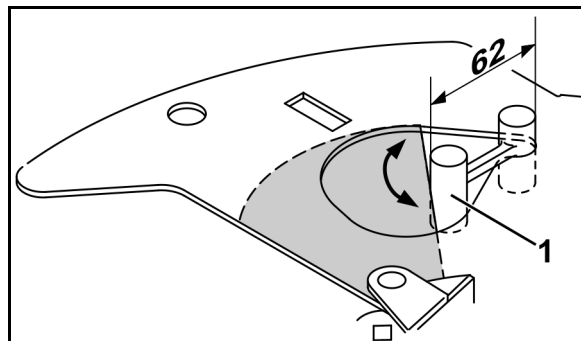

Рис. 8
2. Вставьте калибр (Рис. 8/1) одним концом в выемку пропускного отверстия.